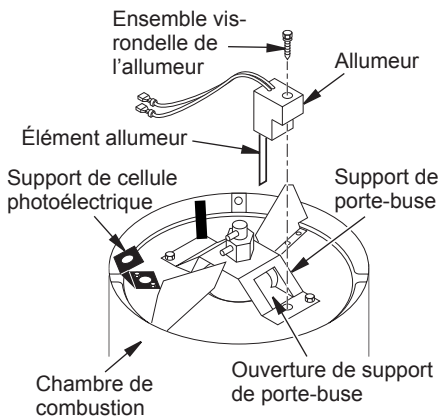

Figure 18 - Remplacement de l'allumeur
6. Retirez la chambre de combustion. Posez la chambre de combustion sur l'extrémité avec le support du porte-buse en haut (voir Figure 18).
9. Avec précaution, guidez l'allumeur dans l'ouverture dans le support du porte-buse. Évitez de heurter l'élément allumeur. Fixez l'allumeur au support du porte-buse avec une vis à l'aide d'une clé à douille de 1/4 po (voir Figure 18). Serrez de 0,90 N.m à 1,69 N.m (8 lb-po à 15 lb-po). Ne serrez pas trop fort.